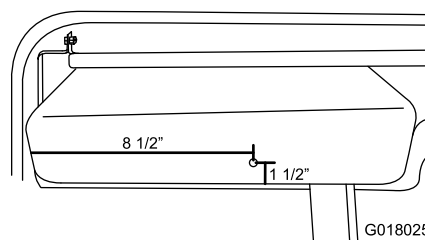

Рисунок 20
1. Просверлите отверстие (диаметром 5/16 дюйма) в вещевом ящике на расстоянии 216 мм от его левой части и 38 мм от его нижней части (Рисунок 20).